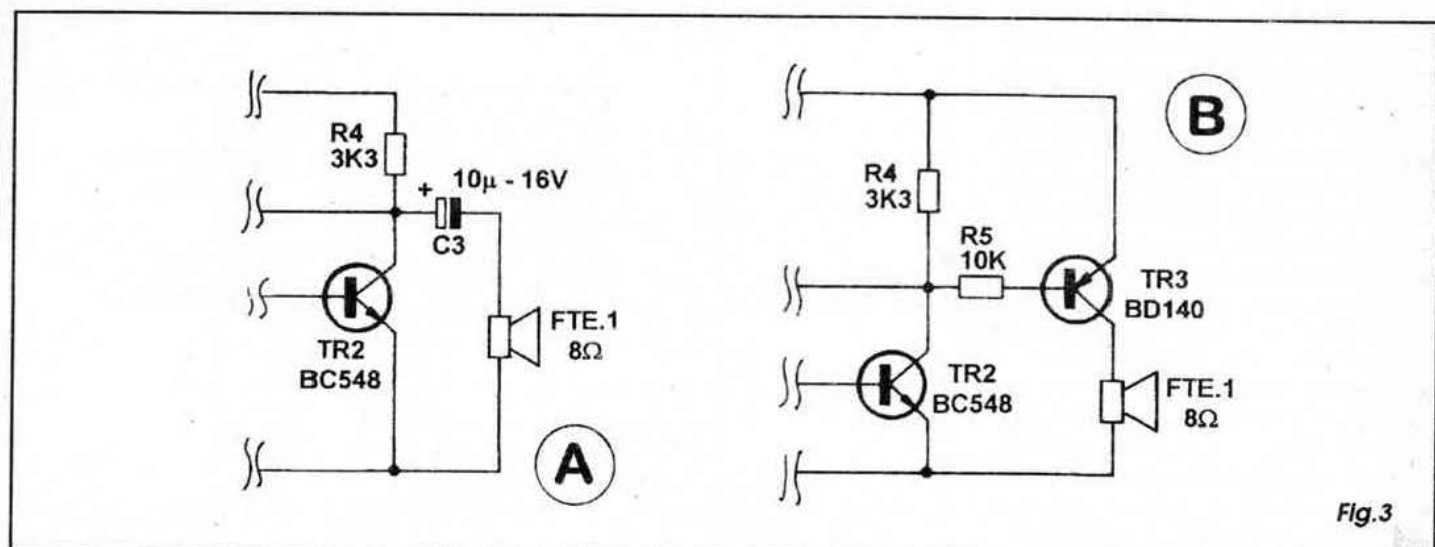

Fig. 3
- FIG. 3 - No item A da figura temos um arranjo para acoplamento modificado do transdutor (alto-falante) à saída do multivibrador astável (também chamado de flip-flop). No caso usa-se um resistor mais elevado como carga de coletor do transistor (simetrizado com o valor do correspondente resistor no outro lado do astável...). Além disso, para perfeito equilíbrio do circuito, mesmo o resistor de base de TR2 deve ter seu valor igualado ao do resistor de base de TR1 (22K). O alto-falante é, então, acoplado ao coletor de TR2 através de um capacitor extra (eletrolítico, no caso), C3. Nessa configuração, menos dependente da impedância do transdutor, este poderá até ser do tipo piezo-elétrico (cápsula de cristal), simplesmente reduzindo-se o valor do capacitor de acoplamento para